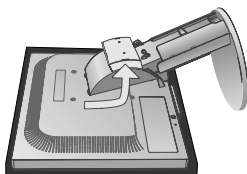

Рисунок S.3
5. Отсоедините подставку, расположив три паза в нужном направлении (Рисунок S.3).